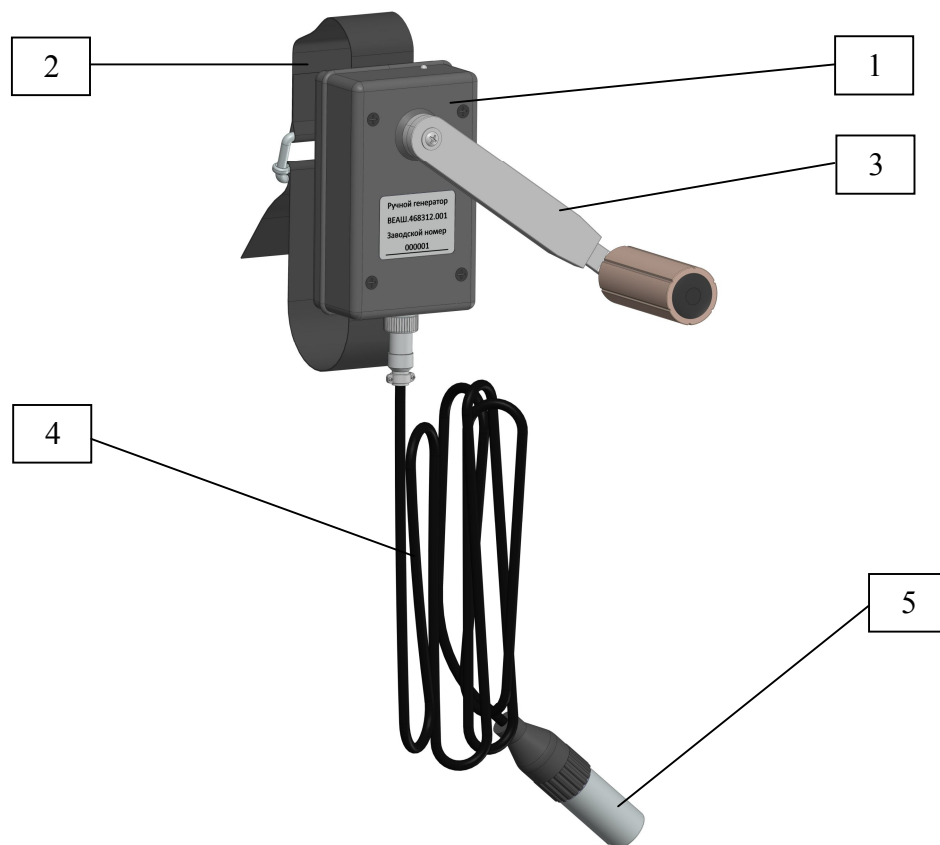

Рис. 1 Общий вид ручного генератора
1.2.1 Общий вид и основные конструктивные элементы ручного генератора представлены на рис.1